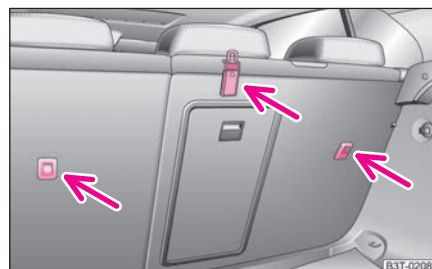

Fig. 174 Asiento posterior: Top Tether
En algunos países, las disposiciones legales vigentes exigen el equipamiento de los asientos posteriores con argollas de fijación para asientos infantiles del sistema "Top Tether" ⇒ **fig. 174.**
- Fije los asientos infantiles con el sistema “Top Tether” solamente en los puntos prescritos ⇒ **fig. 174.**